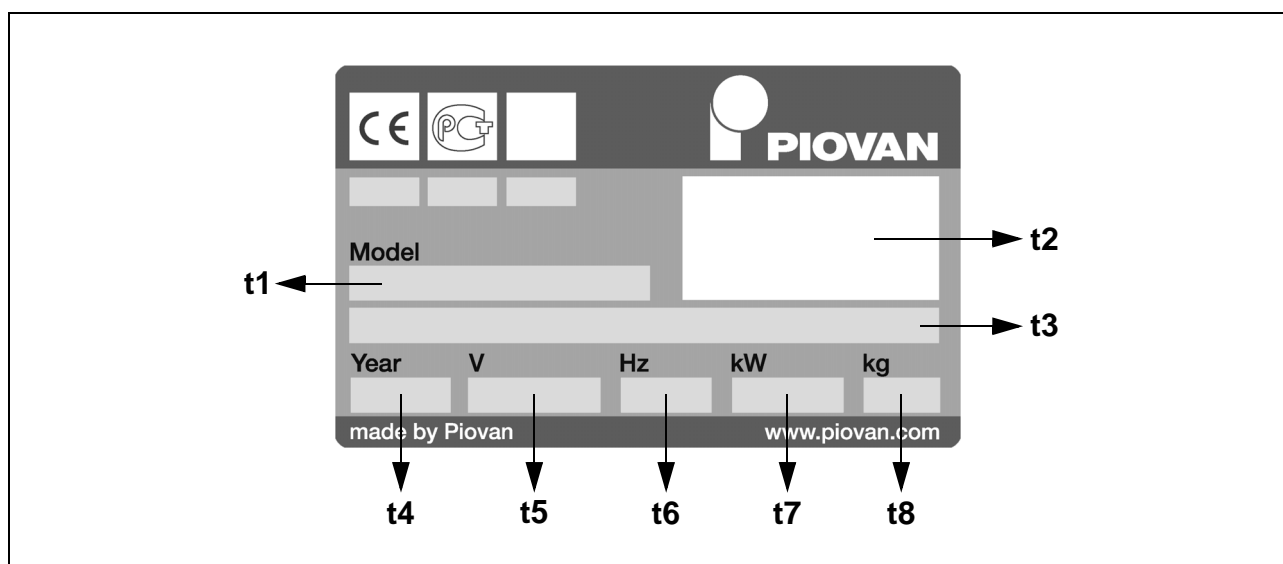

Fig. 13
1. Alla data som anges på maskinens märkplåt (se Fig. 13 - Sid. 22);